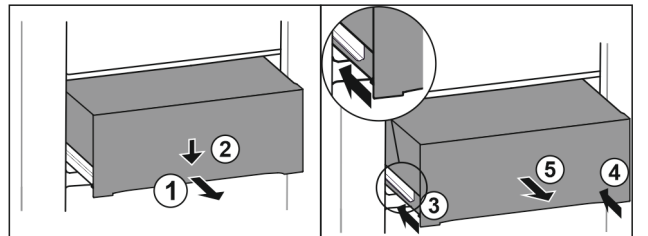

Fig. 70
- ▶ Trekk skuffen ut halvveis. Fig. 70 (1)
- ▶ Skyv skuffen foran nedover. Fig. 70 (2)
- ▶ Sett inn den venstre skinnen ca. 2 cm. Fig. 70 (3)
- ▶ Sett inn den høyre skinnen ca. 2 cm. Fig. 70 (4)
- ▶ Ta ut skuffen framover. Fig. 70 (5)